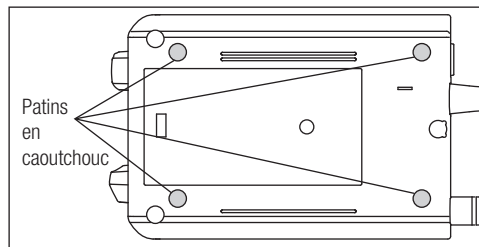

Fig.5
- 2) Installez les patins en caoutchouc aux endroits appropriés comme indiqué sur la Fig.5.